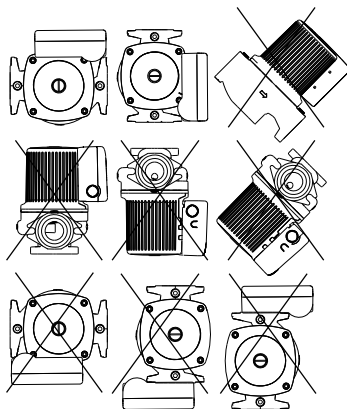
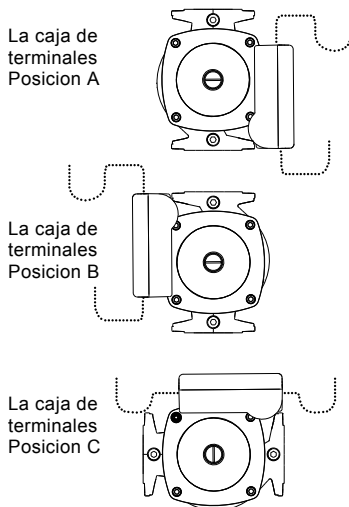

Fig. 1 Posiciones de instalación
Fig. 2 Posiciones posibles de la caja de terminales
Las flechas marcadas en la carcasa de la bomba indican la dirección del flujo de agua. La bomba Grundfos Small UP y UPS puede instalarse en una tubería vertical u horizontal, **pero el eje del motor siempre debe estar en posición horizontal**, como se ilustra en la fig. 1.
No hay un orificio de drenaje directamente debajo de la caja de terminales; por lo tanto, la caja de terminales debe ubicarse en una de las posiciones que se ilustran en la fig. 1 o la fig. 2.
2. Con cuidado, levante/deslice el cabezal de la bomba y retírelo de la carcasa de la bomba. A continuación, gire el cabezal de la bomba y ubique la caja de terminales en la posición deseada. La caja de terminales se puede rotar en pasos de 90°. Examine la fig. 1 y la fig. 2 para ver las posiciones posibles/adecuadas. **NO** ubique la caja de terminales debajo de la bomba.
10. La fig. 2 muestra las posiciones posibles de la caja de terminales, además de lazos de goteo recomendados (líneas discontinuas) en el cableado eléctrico basado en el punto de entrada.
- Se recomienda un "lazo de goteo" externo en el mazo de cableado eléctrico; vea la fig. 2.